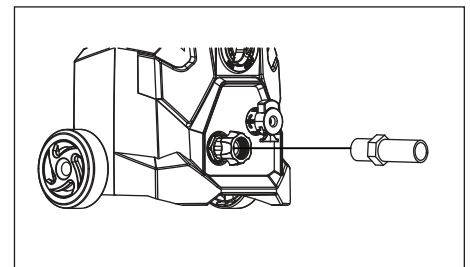

Figure 8 - Fixer le tuyau de jardin à l'unité
4. Fixer le tuyau de jardin à l'unité (voir la figure 8).